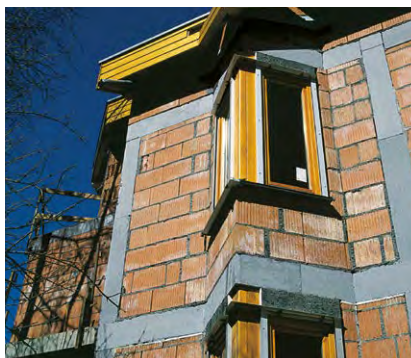

Fig. 01 - Isolamento dei ponti termici
- **RAVATHERM™ XPS X ETICS B** per l'isolamento dei ponti termici (Fig. 01)